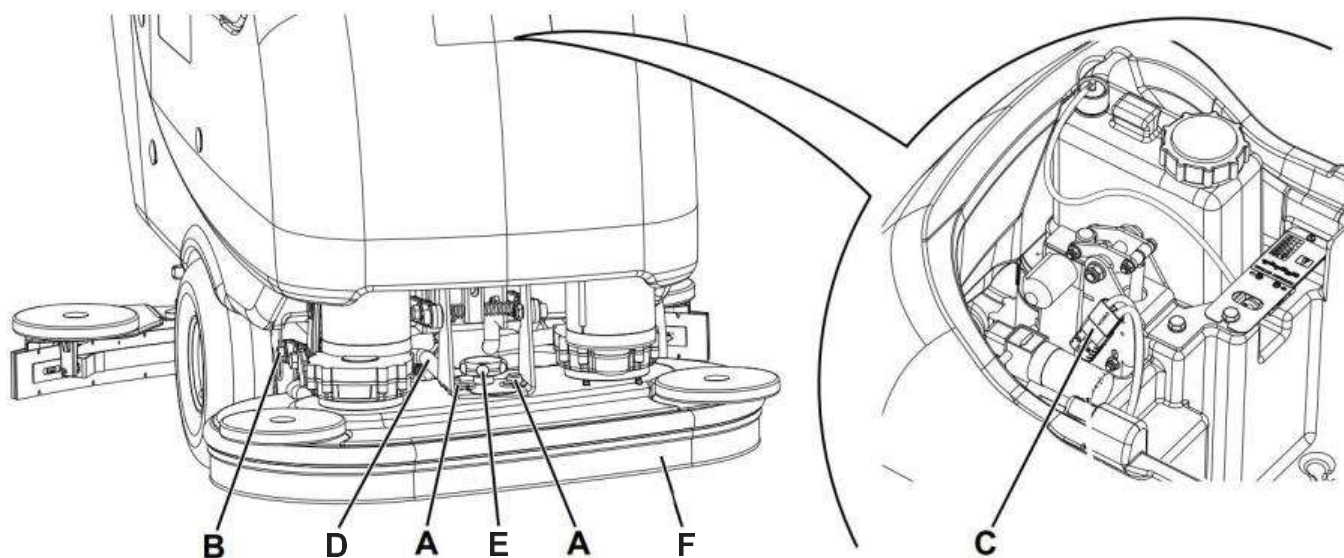

Abb. 13
3. Den Schalter (66) drücken um das Gerät einzuschalten.
4. Schalter (61) betätigen und Bürsten-/Padhalterkopf absenken.
5. Das Gerät ausschalten, indem der Schalter (66) etwa eine Sekunde lang gedrückt wird.
6. Sicherungsstifte (A, Abb. 13) und [nur für Bürsten-/Padhalterkopf (18)] Sicherungssplint (B) entfernen.
7. Deckel (22) öffnen und sicherstellen, dass der Schmutzwassertank (21) leer ist. Gegebenenfalls mit dem Ablassrohr (16) entleeren. Deckel (22) schließen.
8. Um den Elektroanschluss des Bürstenkopfes zu erreichen, Tank (40) vorsichtig mit dem Griff (41) anheben.
9. Den roten Stecker (C) trennen.
10. Die Verbindung (D) von der Leitung der Reinigungslösung lösen.
11. Befestigungsterngriff (E) aufdrehen und Bürsten-/Padhalterkopf (F) abnehmen.